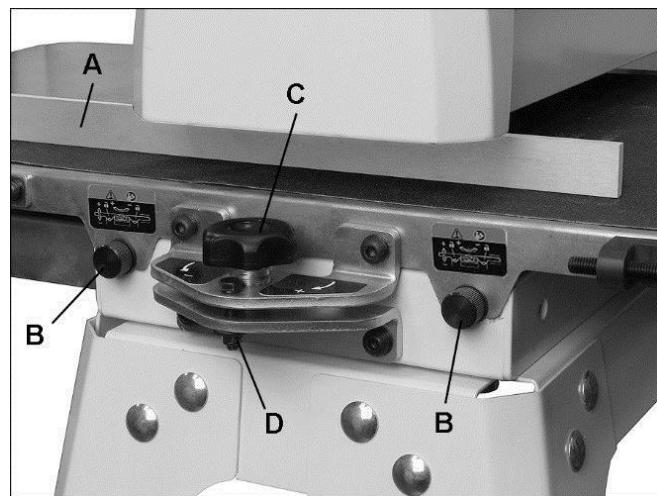

Рис. 8-3: выравнивание барабана.
3. Вставьте бруск (A, Рис. 8-3) между барабаном и настилом транспортера с внешней стороны барабана.
Ослабьте оба фиксатора стола перед настройкой выравнивания барабана (B, Рис. 8-3).
8. Поворачивайте ручку (C, Рис. 8-3), чтобы поднять или опустить внешний конец стола. Следуйте указателям направления, нанесенным на диск (+ для подъема, - для опускания).
9. Затяните фиксаторы стола (B).
3. Если в месте нахлеста шлифовальных проходов видна борозда, отрегулируйте стол с внешнего конца барабана, вращая регулировочную ручку (С, Рис. 8-3).
ПРИМЕЧАНИЕ: При обработке узкой заготовки (ширина менее 406 мм) выставьте транспортер в параллельное положение. Вращайте регулировочную ручку в противоположную сторону, пока она не коснется контргайки (D, Рис. 8-3). Контргайка осуществляет фиксацию стола в параллельном положении.